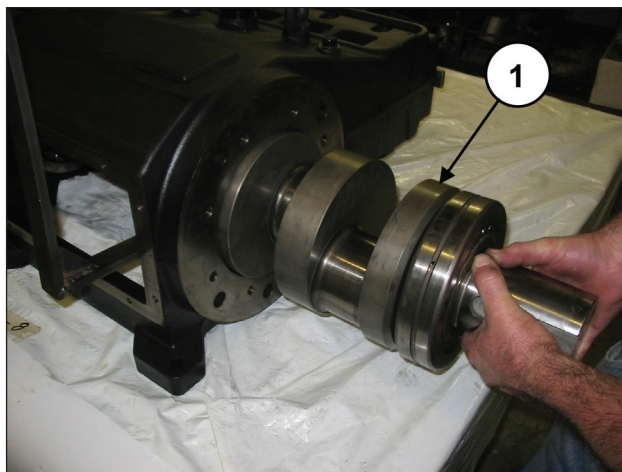
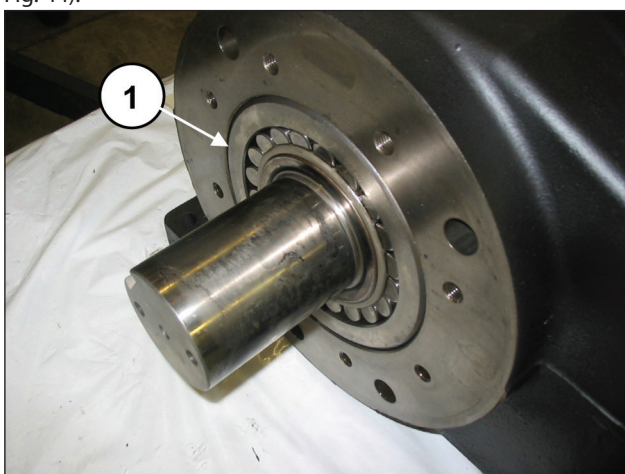

Fig. 30
Fig. 44
Estrarre albero e cuscinetto (pos. ①, Fig. 30).
Inserire l'albero (pos. ①, Fig. 30) fino a che il cuscinetto premontato arrivi ad essere a filo del bordo del carter (pos. ①, Fig. 44).